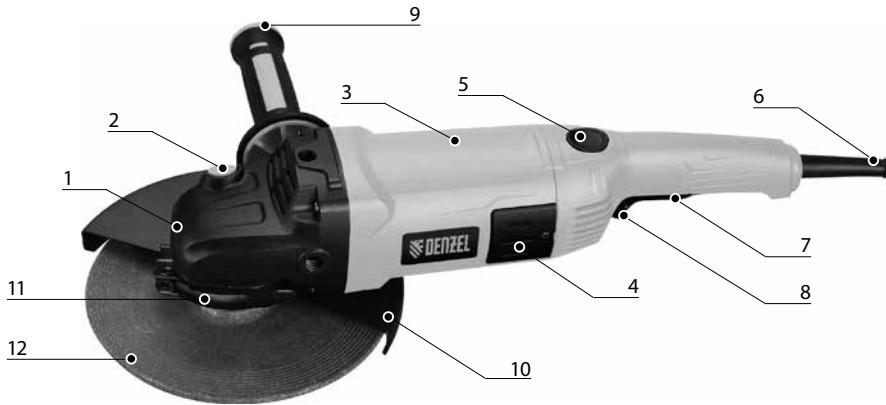

рис. 1
- отвести в сторону рычаг 11 (рис. 1) фиксации кожуха, ослабив крепежный хомут;
Вкрутите рукоятку 9 (рис. 1) в резьбовое отверстие корпуса редуктора в удобное для работы положение.
При установке/снятии оснастки блокировка шпинделя осуществляется клавишей 2 (рис. 1), расположенной на корпусе редуктора. Блокировка шпинделя также может осуществляться с помощью гаечного ключа S17. Крепление оснастки на шпинделе осуществляется с помощью фланца и гайки, затягиваемой специальным ключом, поставляемым в комплекте. Оснастка с резьбовым посадочным отверстием M14 крепится непосредственно на резьбовом конце шпинделя.
Во избежание поломки машины и получения травм, запрещается нажимать на кнопку блокировки шпинделя 2 (рис. 1) во время работы шлифовальной машины, а также до полной остановки шпинделя после выключения двигателя.
В зависимости от вида используемой оснастки и характера обработки можно выбрать оптимальное и наиболее удобное положение основной рукоятки. Для изменения положения рукоятки необходимо нажать клавишу блокировки 5 (рис. 1) и повернуть рукоятку относительно корпуса на 90 градусов по или против часовой стрелки. При отпускании клавиши 5 рукоятка зафиксируется в выбранном положении.
Для включения машины необходимо нажать клавишу выключателя 7 (рис. 1), переместив кнопку 8 (рис. 1) вперед. При необходимости, выключатель питания 7 может быть зафиксирован в положении «Включено», для этого при нажатой клавише 7, переместите кнопку блокировки 8 вперед и клавиша будет зафиксирована. Для отключения машины повторно нажмите и отпустите клавишу 7.